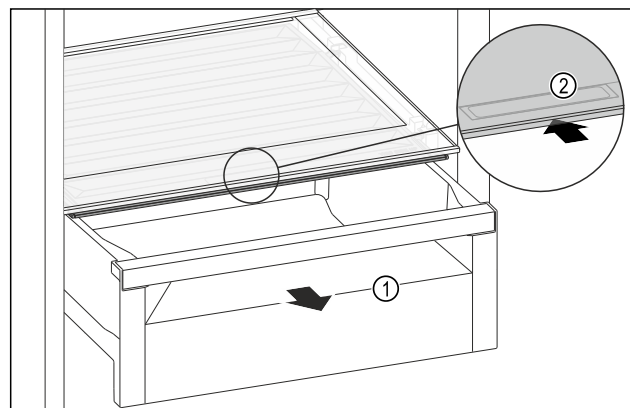

Fig. 124
- Træk skuffen Fig. 124 (1) ud.
- Tag fat i grebsforsænkningen Fig. 124 (2) i bokslåget, og skub samtidigt bokslåget tilbage.